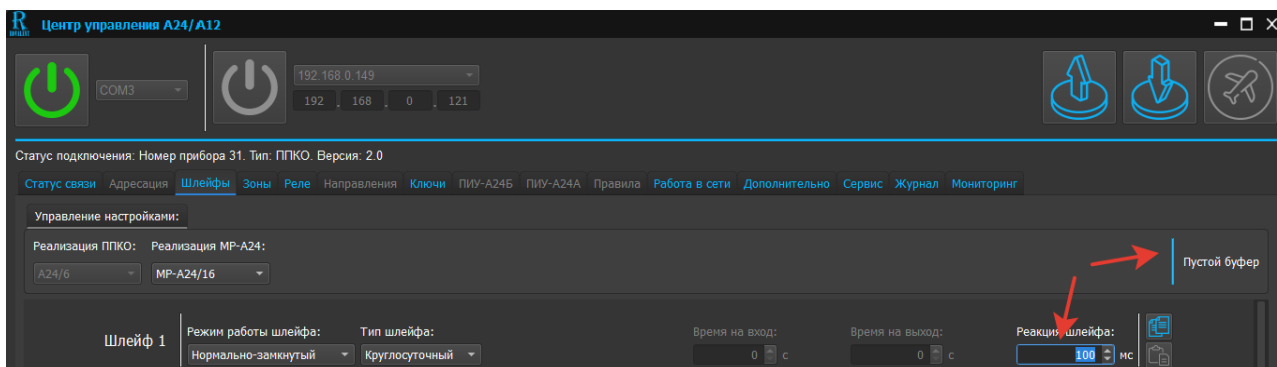

Рис. 29. Скриншот окна редактирования ШС типа «Круглосуточный»
6.1.6 Редактирование ШС типа «Круглосуточный» (см. рисунок 29)